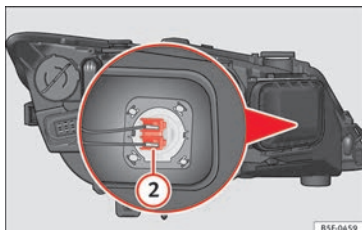

Fig. 108 Ampoule des feux de route.
- Appuyez sur le connecteur » fig. 108 ② vers la gauche ou la droite et tirez.